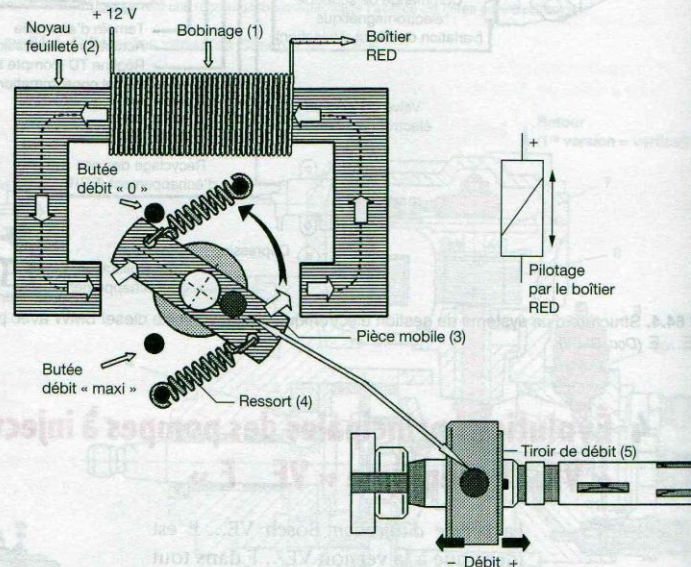

Figure 65.1. Commande du tiroir de débit par la rotule du servomoteur (Doc. Bosch)
Le champ magnétique créé dans le noyau attire la pièce mobile (3), dont la rotule excentrée à l'extrémité commande le tiroir de débit (fig. 65.1).
Cette information est capitale, et tout défaut de ce capteur entraîne l'arrêt d'urgence du moteur par non pilotage du servomoteur (retour au débit nul par les ressorts (4), fig. 65.1).